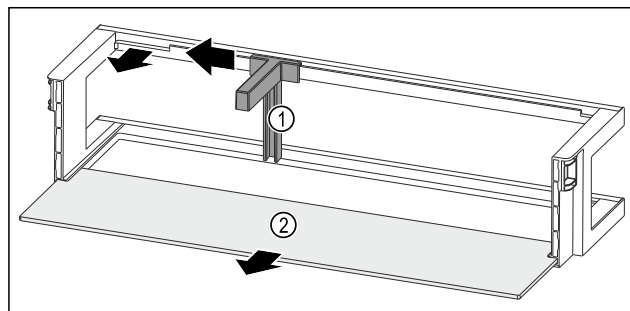

Fig. 49 Odkladací priestor vo dverách s držiakom fliaš a odkladacou plochou
- Potlačte držiak fliaš Fig. 49 (1) až k vybraniu do strany.
- Odoberte držiak fliaš Fig. 49 (1).
- Odoberte odkladaciu plochu Fig. 49 (2).